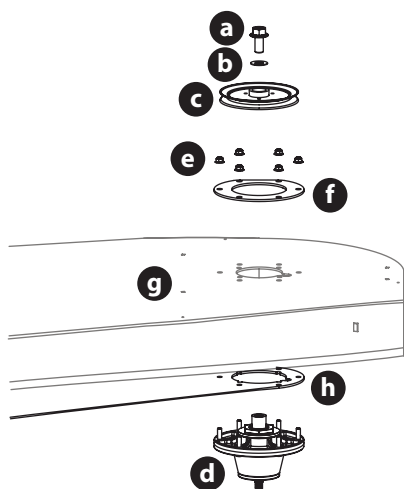
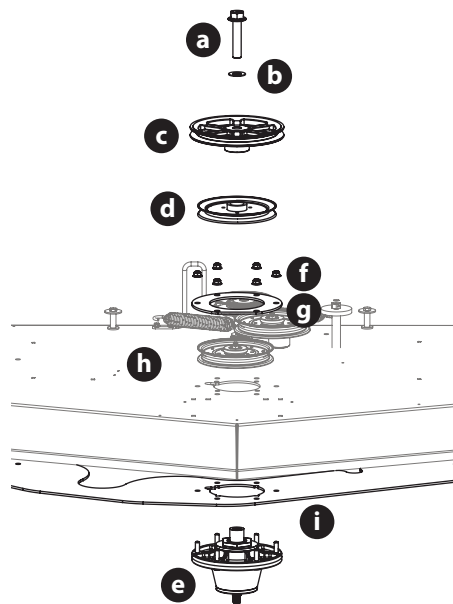

Figure 59
Figure 60
6. Retirez les boulons à bride hexagonale (a) et les rondelles plates (b) qui fixent les poulies de l'axe gauche et droit (c) à l'ensemble de l'axe (d) (Figure 59).
7. Retirez les 6 contre-écrous à collerette (e) qui fixent les ensembles de broches gauche et droite (d) et les plaques de support (f) à la coque du plateau de coupe (g) (Figure 59).
NOTE : il n'est pas nécessaire de retirer la plaque de support du plateau de coupe (h), sauf si les trois broches sont remplacées (Figure 59).
8. Retirez le boulon à bride hexagonale (a) et la rondelle plate (b) qui fixent la poulie d'entraînement (c) et la poulie de l'axe central (d) à l'ensemble de l'axe (e) (Figure 60).
9. Retirez les 6 contre-écrous à collerette (e) qui fixent la poulie de l'axe central (d), l'ensemble de l'axe (e) et les plaques de support (g) à la coque du plateau de coupe (h) (Figure 60).
NOTE : il n'est pas nécessaire de retirer la plaque de support du plateau de coupe (i), sauf si les trois broches sont remplacées (Figure 60).
10. Inversez le processus pour installer l'ensemble de la broche. Lors de l'installation de la nouvelle broche, veillez à ce que la quincaillerie soit installée correctement (Figure 59 et l'Figure 60). Serrez les boulons hexagonaux de la bride à 339 N-m (250 po-lb) et les écrous de blocage de la bride de 28 à 43 N-m (21 à 32 pi-lb).